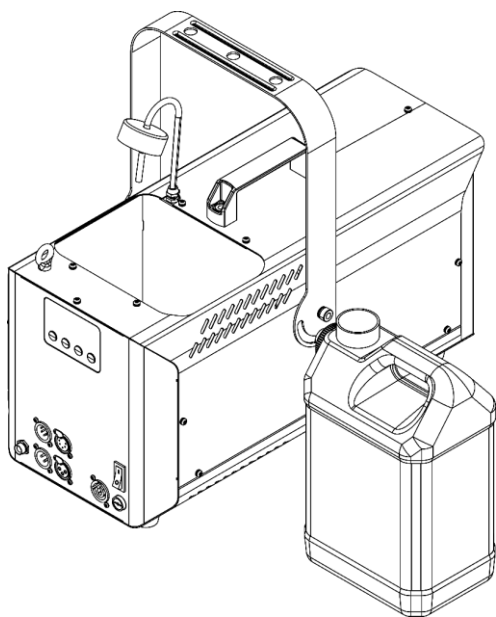

Fig. 10
- 04) Plaats de vloeistoftank op een vlakke ondergrond in de buurt van het apparaat, zoals getoond in Fig. 10.